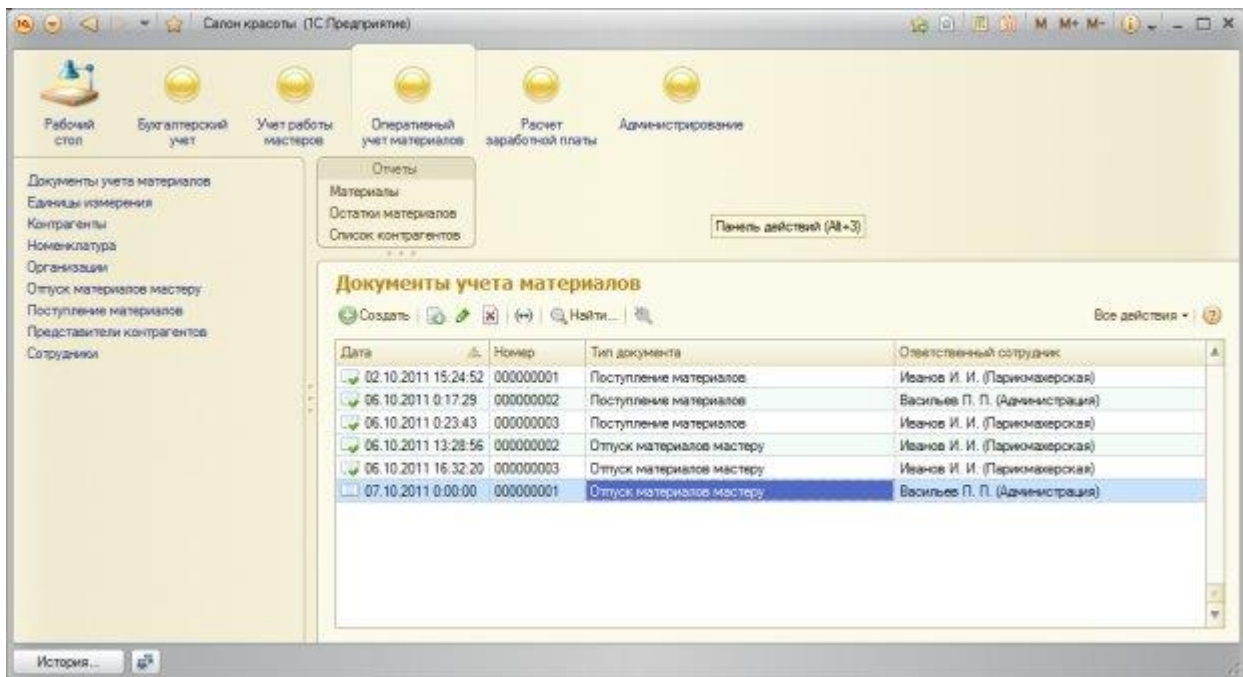

Рисунок 14.10. Журнал документов в режиме 1С:Предприятие
26. В режиме 1С:Предприятие наш журнал позволит просматривать список документов разных типов, включенных в него, Рисунок 14.10.